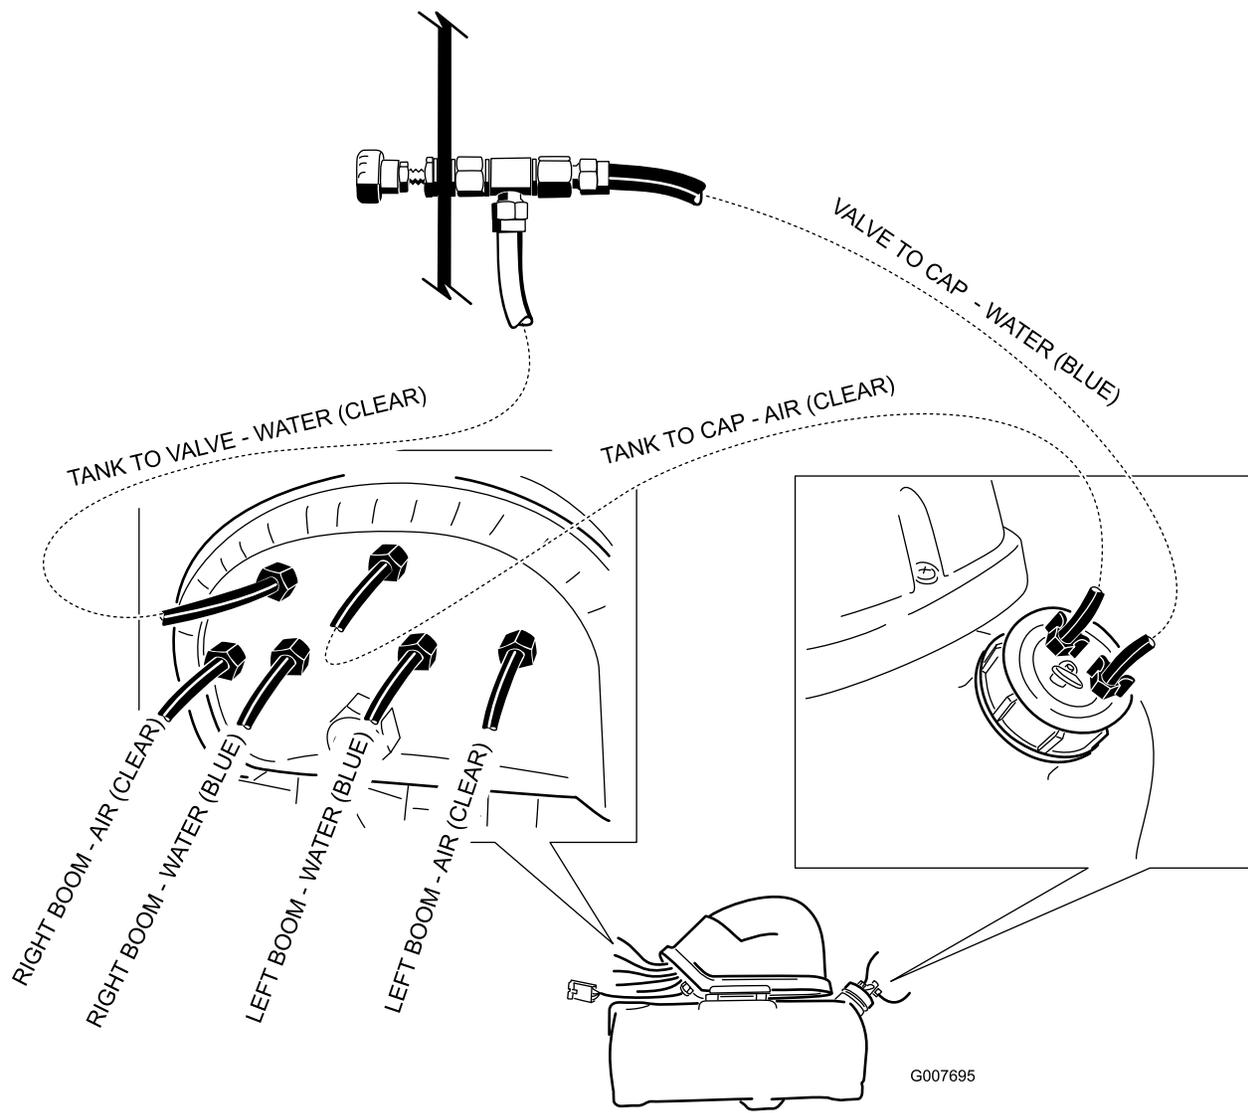

Figura 18
8. La disposizione finale dovrebbe corrispondere a quella illustrata in Figura 18.